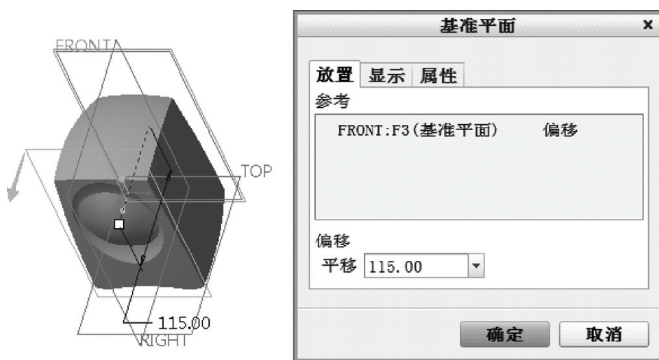

图 12-112 创建基准平面
4) 单击“基准”→ (基准平面) 按钮,打开“基准平面”对话框。选择 FRONT 基准平面作为偏移参考,输入偏距平移值为“115.00”,如图 12-112 所示,然后单击“确定”按钮。